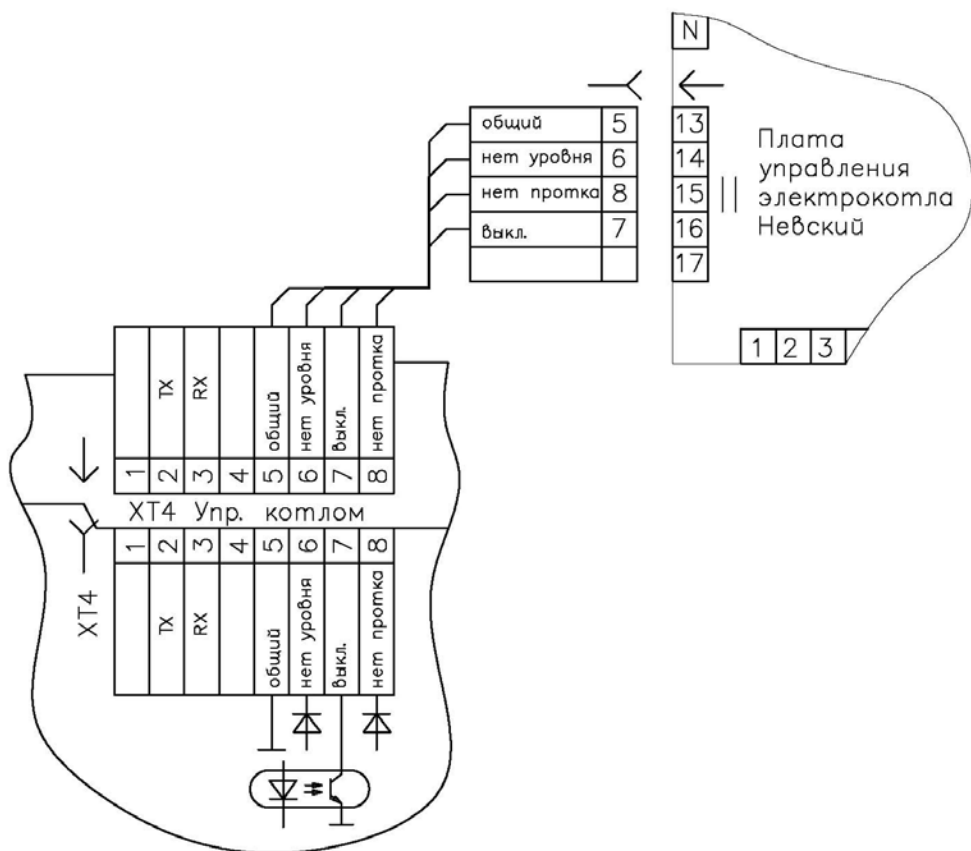
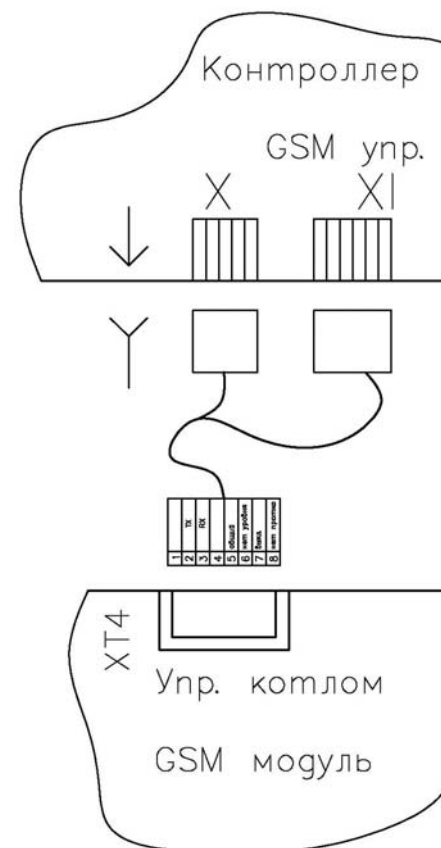

Рис. 5.1
Рис. 5.2
Если GSM модуль используется непосредственно с котлом «Невский», то используется 4 жильный кабель, с обоих концов которого, имеется по одному разъёму. На выходе кабеля имеется девяти контактный разъем, который подключается к ответной части, имеющейся непосредственно на плате управления котла «Невский» (Разъем II).(Рис. 5.1)
При использовании GSM модуля совместно с контроллером КН-2 или КН-4, для их соединения используется 8 жильный кабель с одной стороны имеющий два разъёма и с другой стороны один (типа RJ45). GSM модуль поставляется в комплекте с одним из данных кабелей в соответствии с конфигурацией подключаемого оборудования. (Рис. 5.2 и Рис. 5.1)
- 6) Входной логический сигнал нет уровня (активируется низким уровнем) (Рис. 5.1; 5.2)
8.6. В соответствии с Рис. 5.2 произвести соединение кабелями GSM-модуля и контроллера «Невский», подключить антенну, датчик перегрева, насос, фазы (для корректной работы GSM-модуля рекомендуется, чтобы все фазы были подключены в соответствии с Рис2.)